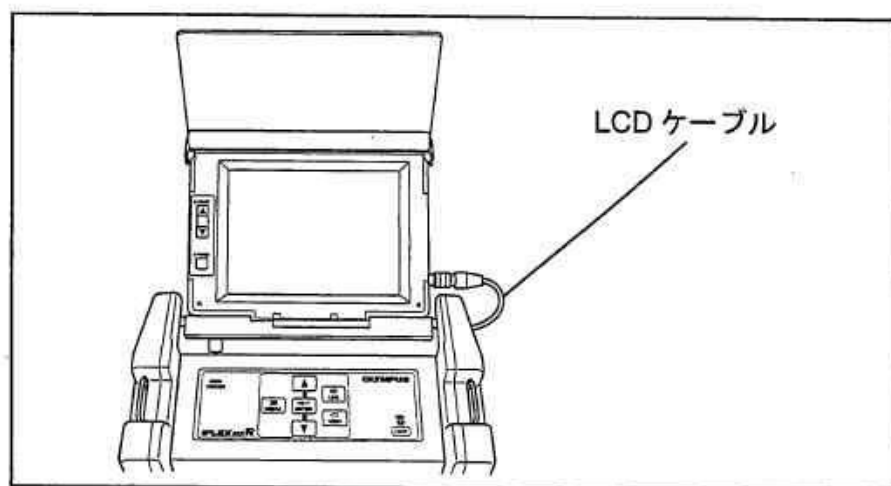

図 3.18
1. LCD ケーブルに切れなどの異常がなく、LCD コネクター部に確実に接続されていることを確認します (図 3.18 参照)。
2. LCD モニターが MXR 本体に対してスムーズに回転し任意の位置で固定されることを確認します (図 3.18 参照)。